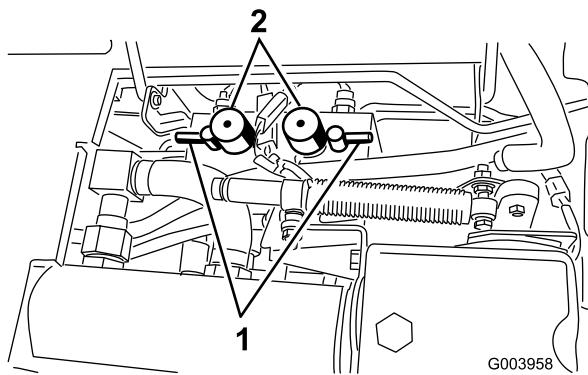

図 84
- 両方のリール速度セレクタを 1 にセットする（図 84）。
- バックラップ・スイッチで前のカッティングユニット又は後ろのカッティングユニット、あるいは両方を選択する（図 84）。